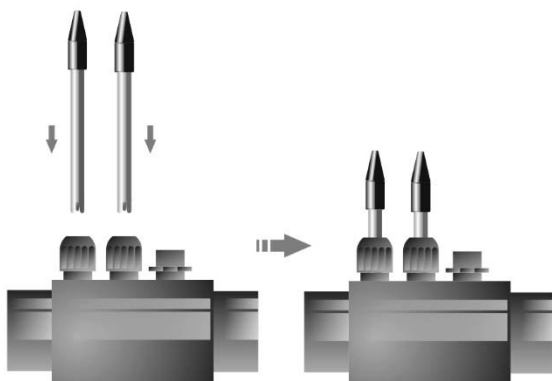

Fig. 2a
1. Insira os sensores de pH e ORP fornecidos com o equipamento nos alojamentos correspondentes do portassondas. (Fig. 2a)